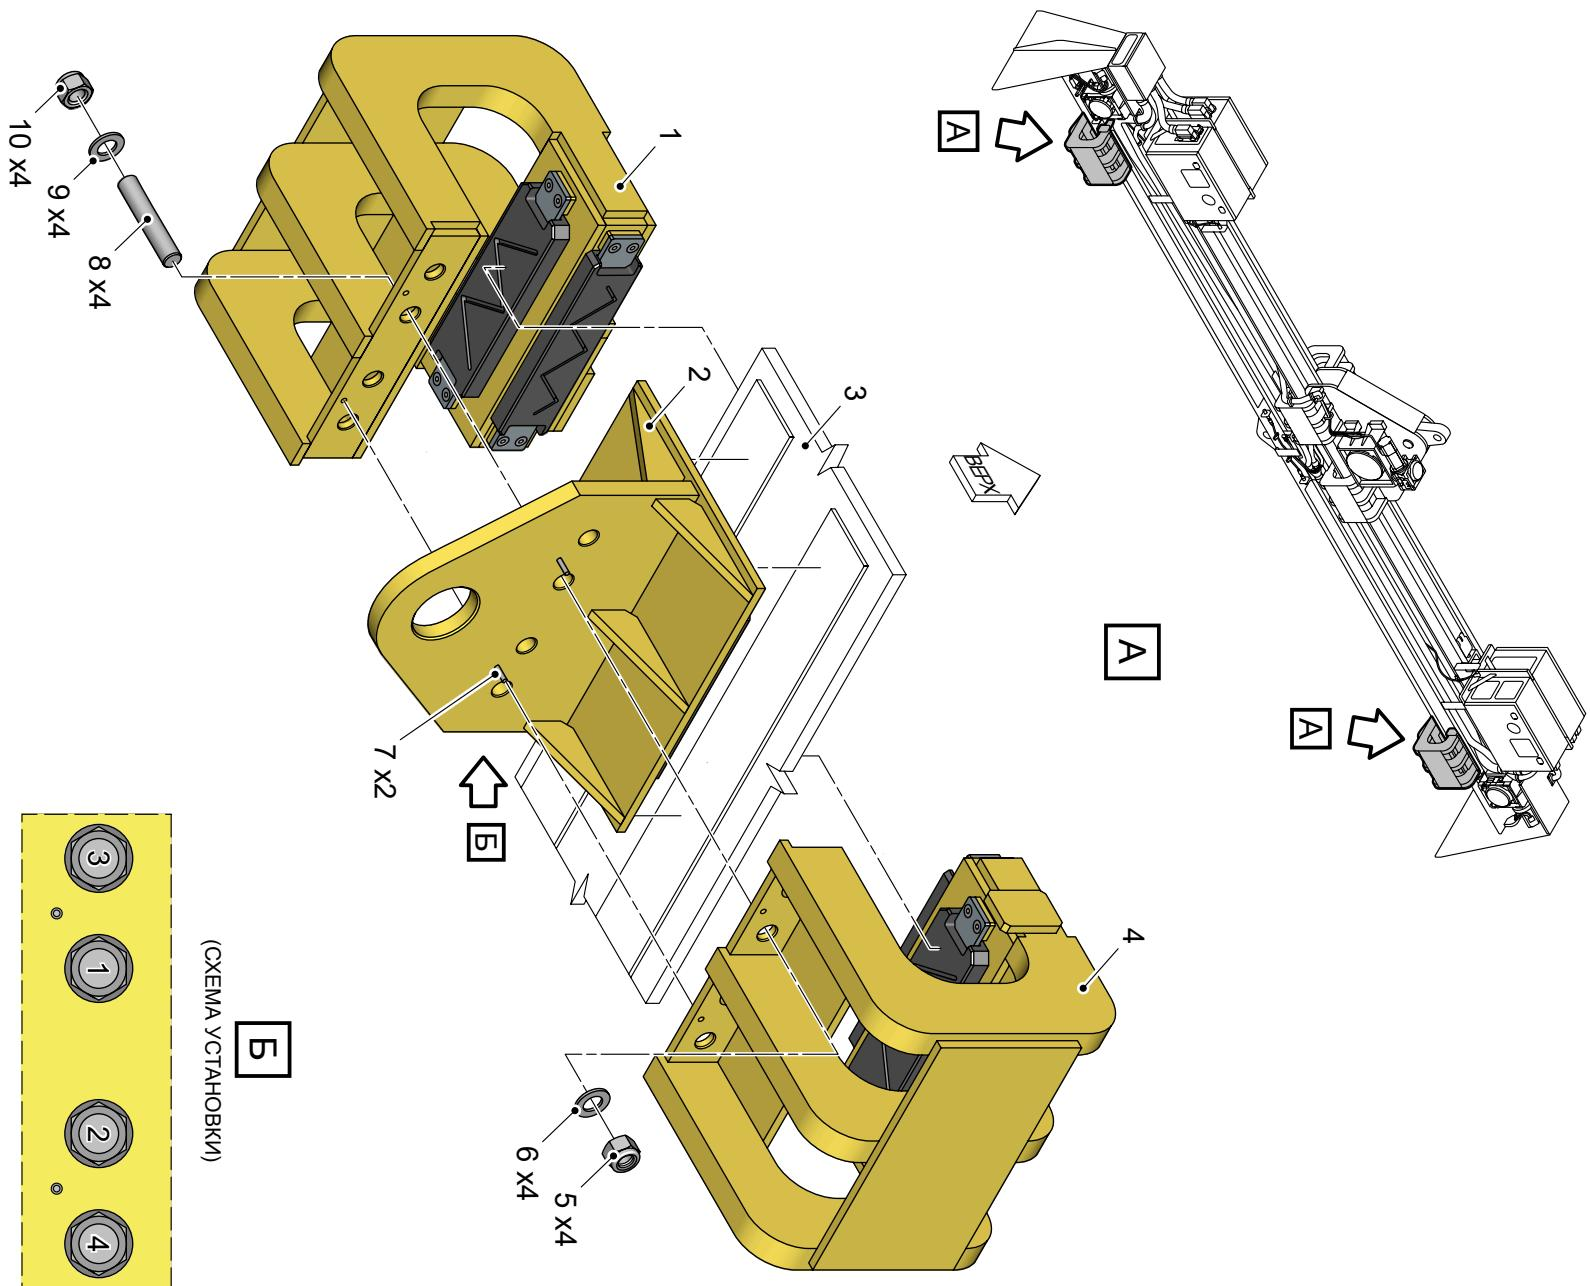

Рисунок 201 — Демонтаж и монтаж каретки
<p>3.1.2 При наличии повреждений замените каретки на новые.</p> <p>4 Монтаж</p> <p>4.1 Установите элементы скольжения МТПМ.20.12.00 Демонтаж и монтаж. Примечание — Процедура проводится при замене каретки на новую.</p> <p>4.2 Установите каретки (1), (4), ухо (2) на балку (3).</p> <p>4.3 Заведите каретки (1), (4) на штифты (7) уха (2).</p> <p>4.4 Протрите резьбовые части крепежных элементов обтирочной ветошью, смоченной растворителем.</p> <p>4.5 Нанесите фиксатор на резьбовую часть шпилек (8).</p> <p>4.6 Установите шпильки (8), шайбы (9), (6).</p> <p>4.7 Установите и заверните гайки (10).</p> <p>4.8 Зафиксируйте гайки (10).</p> <p>4.9 Установите и заверните гайки (5) согласно схеме установки рис. 201 с моментом затяжки 418 ± 5 Н·м.</p> <p>5 Заключительные работы</p> <p>5.1 Установите натяжитель МТПМ.А1.22.05 Демонтаж и монтаж.</p> <p>5.2 Установите натяжитель цепи МТПМ.А1.22.05 Демонтаж и монтаж.</p> <p>5.3 Очистите зону выполнения работ и убедитесь в отсутствии посторонних предметов.</p>